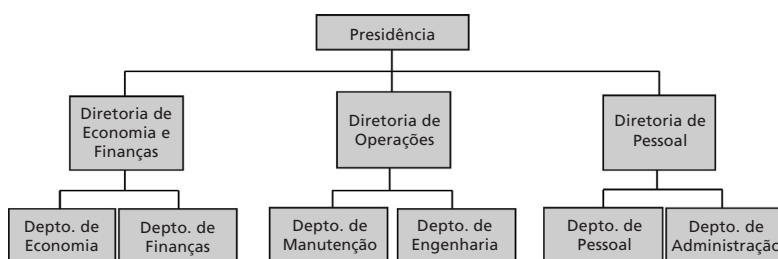
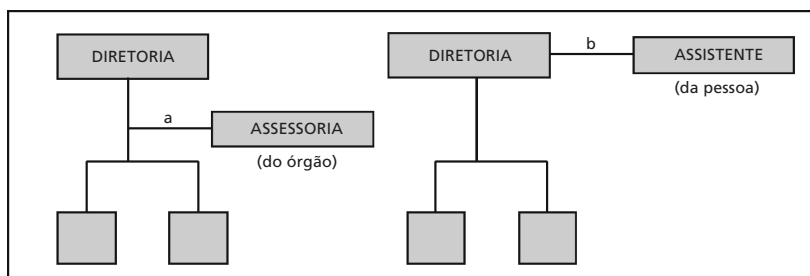

Figura 1.4: Organograma clássico ou vertical.
Figura 1.8: Representação dos órgãos de assessoria e de assistentes.
O organograma considerado o mais completo, mais usual e que permite melhor entendimento da representação orgânica de uma empresa é o vertical, uma vez que sua disposição facilita o entendimento. Ele é bastante utilizado em instituições religiosas, militares e em outras instituições tradicionais, em que a visão da hierarquia é fator preponderante (**Figura 1.4**).
Observe a **Figura 1.8**. Repare que, nas duas partes do esquema (esquema a e esquema b), a diretoria está no topo. Nessas duas figuras usamos os exemplos da Assessoria e dos Assistentes para você entender como a ligação é estabelecida. Você se lembra da **Figura 1.4**? Ela é bem semelhante a esta. A única diferença é que, nela, a instância máxima é a presidência, ao passo que, na **Figura 1.8**, a diretoria representa o nível mais alto de poder.
a. Assessorias: devem ser ligadas à linha, revelando uma ligação indireta, porque na verdade prestam serviço à Diretoria como um todo (órgão) (**Figura 1.8.a**).
b. Assistentes: devem ser ligados ao órgão, e é uma ligação direta, já que presta serviço a uma pessoa específica (**Figura 1.8.b**).